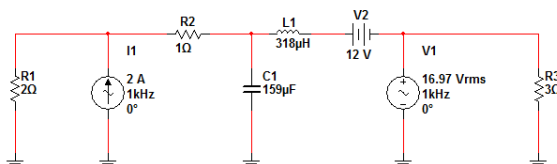

Рис. 13.12 Схема змінного струму з додатковим джерелом живлення.
2.3 допомогою функції AC Analysis визначити модуль і фазу напруги на вузлах 1,2, і 3 схеми на рис. 13.12 при частоті 1 кГц.